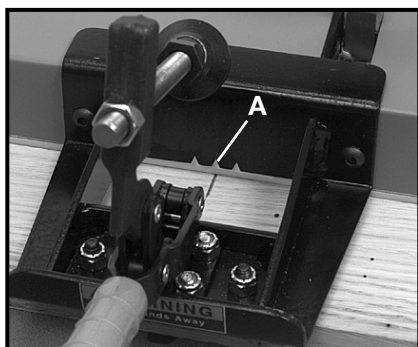

Fig. 19
2. Coloque el trabajo en la máquina con la superficie de frente hacia arriba alineando la marca en el trabajo con la muesca central (A) Fig. 19, de la máquina. Asiente el trabajo firmemente contra la guía.